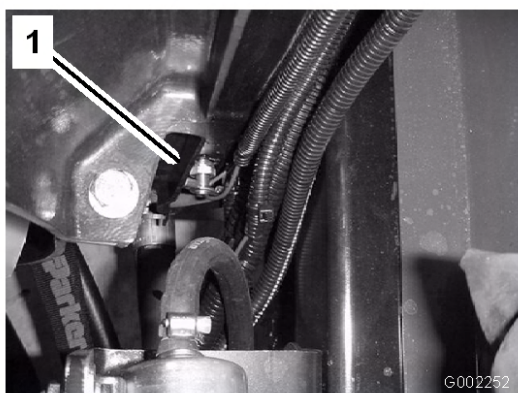

Figura 54
- Abra el tapón de vaciado (Figura 54) y deje que el refrigerante se drene al recipiente.